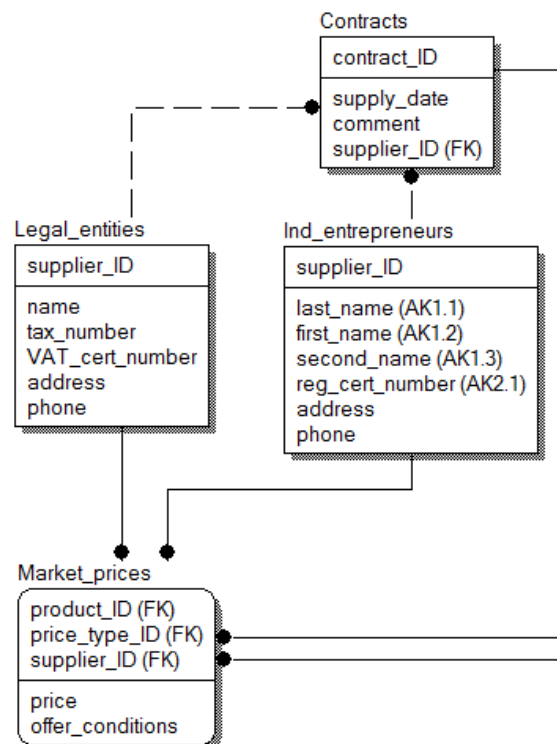

Рисунок 9
3) міграція первинного ключа і неключових атрибутів в ієрархії успадкування від предка до нащадків (рисунок 9).